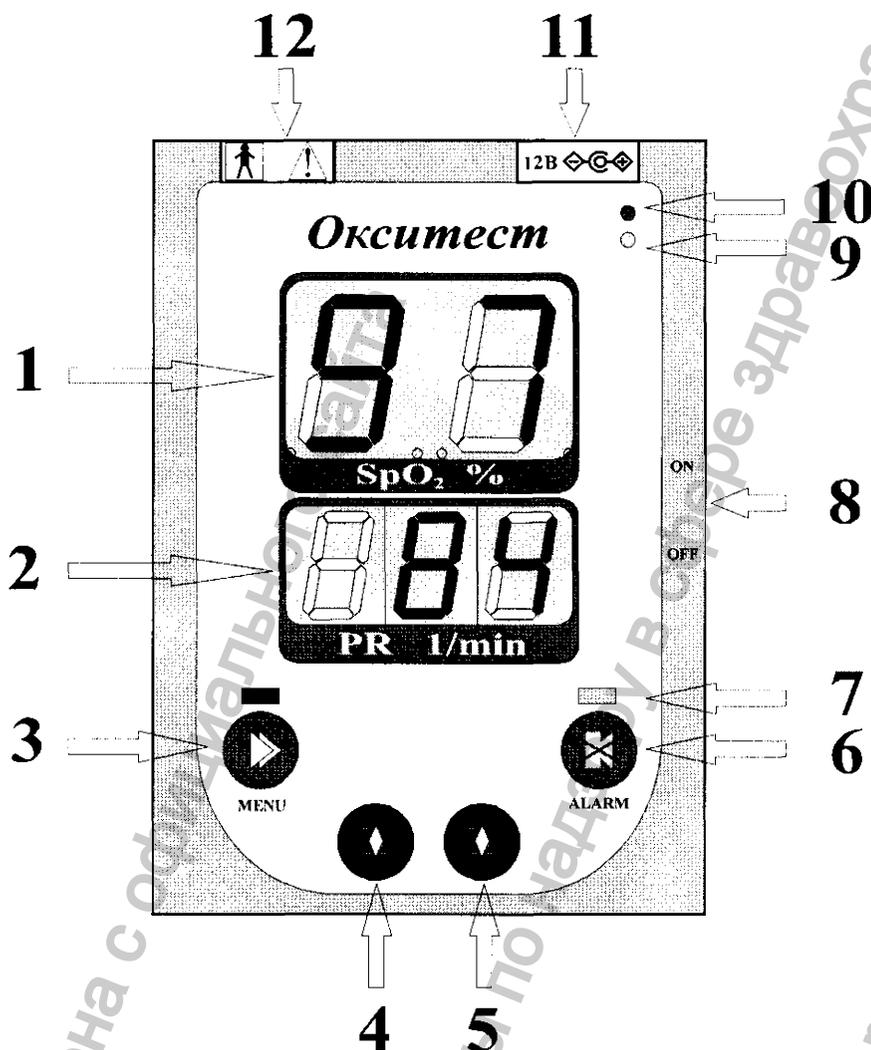

Рис.1
1.4.1.1. Общий вид оксиметра представлен на рис. 1.